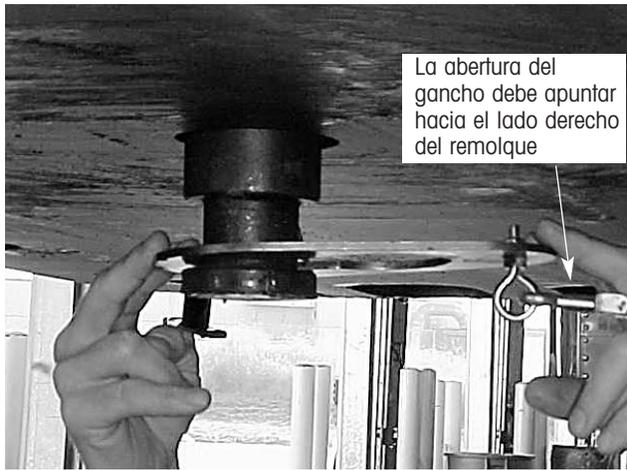

Figura 11. Sujutando la cinta del extensómetro al adaptador del perno rey
1. Pase la cinta del extensómetro por arriba de los patines del remolque y una el gancho en el extremo de la cinta a la argolla del adaptador del perno rey (figura 11). La abertura del gancho del extensómetro debe apuntar hacia el lado derecho del remolque.
superficie inferior de sujeción del perno rey, luego retire con cuidado ambas manos del adaptador del perno rey. Consulte la figura 11 para la colocación de las manos.